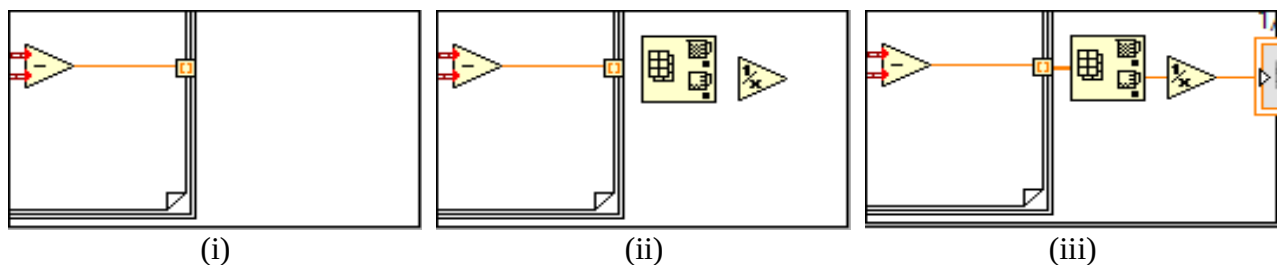

Fig. 3.6 – Passos para calcular a taxa de amostragem da conversão AD
- (i) – Conecte a saída do subtrator à borda direita do laço. Note que o túnel de saída estará em modo de indexação, de modo a que a saída do laço será também um vetor (Fig. 3.6.a).